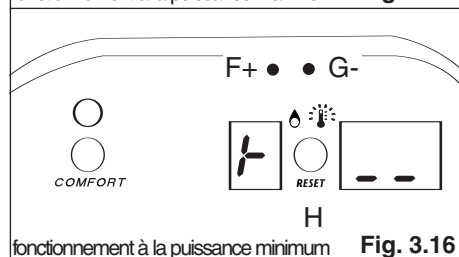

Fig. 3.16
Pour sélectionner le fonctionnement à la puissance minimum, appuyez sur la touche de programmation - "G", l'écran de droite affichera deux tirets dans le bas (voir Fig. 3.16). Pour désactiver cette fonction, appuyez sur la touche de reset "H" pour quitter le menu réglages.
- appuyez en même temps sur les touches "K" et "H" la chaudière est poussée automatiquement à sa puissance maximum, l'écran de droite affiche deux tirets dans le bas (voir Fig. 3.16). Pour désactiver cette fonction appuyez sur la touche reset "H".
fonctionnement à la puissance minimum Fig. 3.16